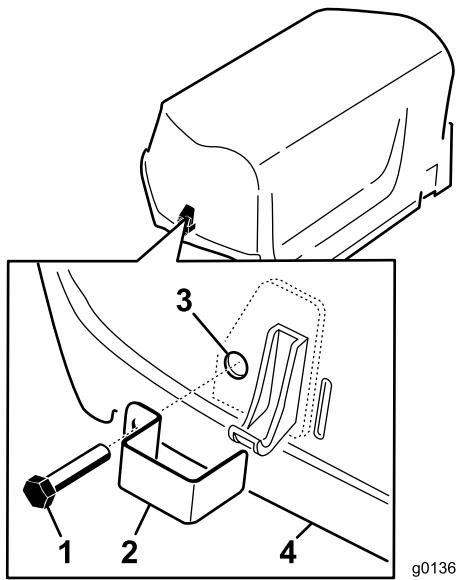

Figura 7
1. Instale un seguro sobre los cierres derecho e izquierdo del capó (Figura 7) con un perno de rosca completa (2 en total).
2. Usando un alicate o una llave inglesa ajustable, enrosque una arandela de freno con dientes internos sobre cada perno (1-2 vueltas) para sujetar los pernos (Figura 7).